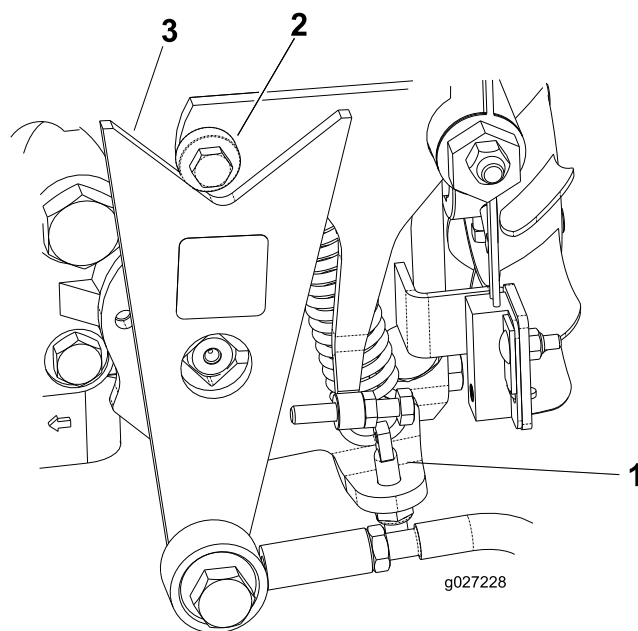

図 43
- 回転方向が正しければ、エンジンを停止し、スプリング調整ピンのロックナットの調整を行う 図 43。走行系統のニュートラル調整を行う 走行ドライブのニュートラル調整 (ページ 32)を参照。